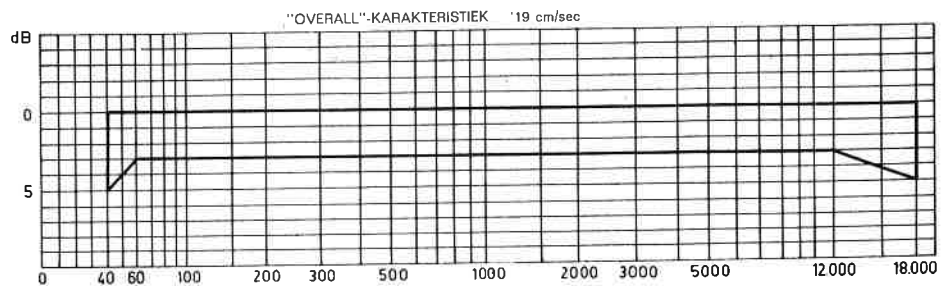
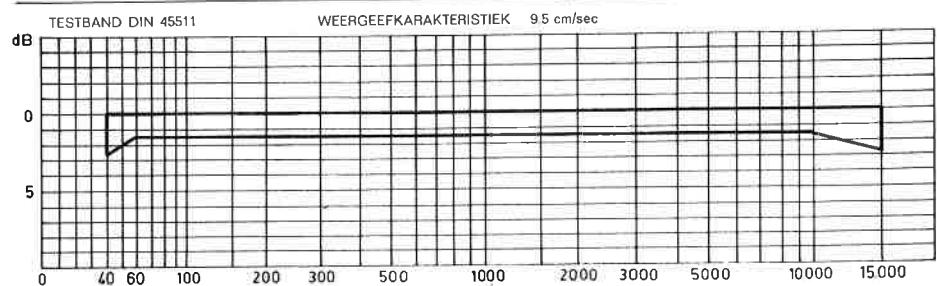

Fig. 18
Fig. 19
- Maak een opname en meet de uitgangsspanning ten opzichte van die bij 1000 Hz; deze moet liggen binnen de grenzen gegeven in fig. 18 bij 19 cm/s en in fig. 19 bij 9,5 cm/s.